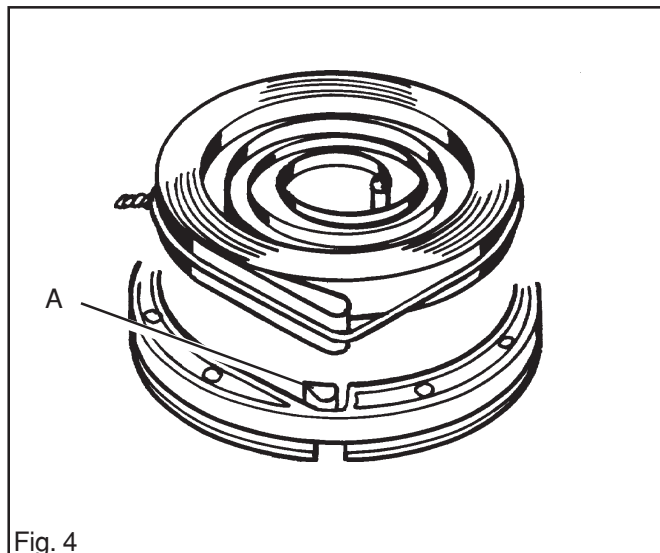

Fig. 4
1. Si un nouveau ressort doit être monté, le monter à l'aide d'un fil de fer afin que son œillet se place au-dessus du goujon (A) de la poulie. Voir la fig. 4.
8. Monter l'extracteur du rotor volant. Visser les deux vis M5x25 d'environ 10 tours. Tirer la vis du milieu et retenir avec la poignée jusqu'à ce que le rotor volant se dégage. Voir la fig. 4.